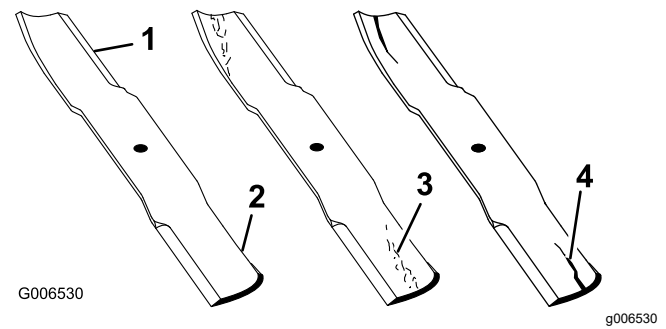

Figura 90
1. Inspeccione los filos de corte (Figura 90).
4. Si observa fisuras, desgaste o la formación de una ranura en esta zona, instale de inmediato una cuchilla nueva (Figura 90).